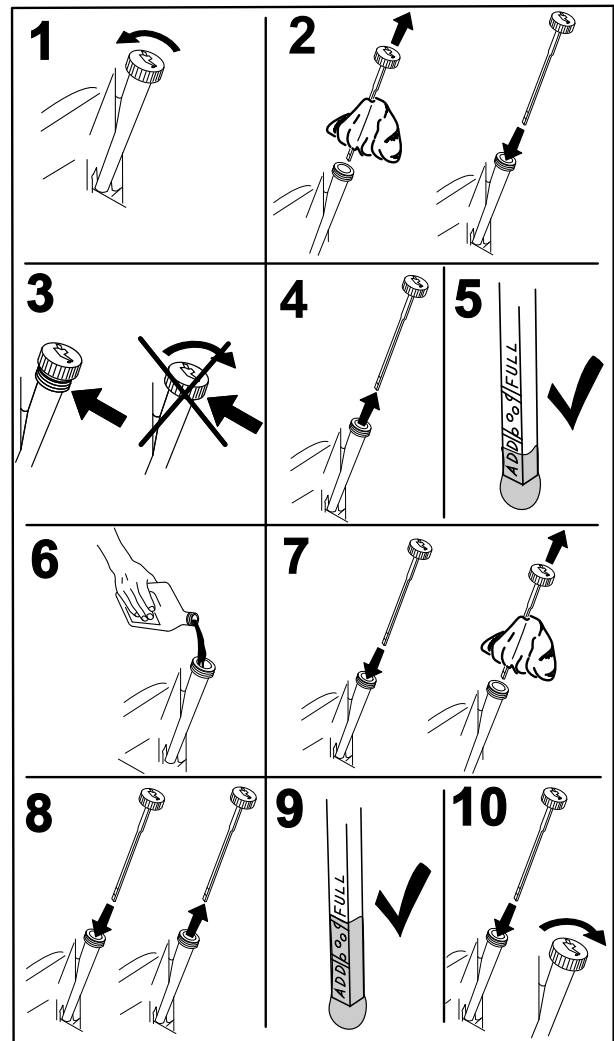

Bild 50
2. Stellen Sie vor dem Verlassen des Fahrersitzes den Motor ab, ziehen Sie den Schlüssel ab und warten Sie, bis alle rotierenden Teile zum Stillstand gekommen sind (Bild 50).